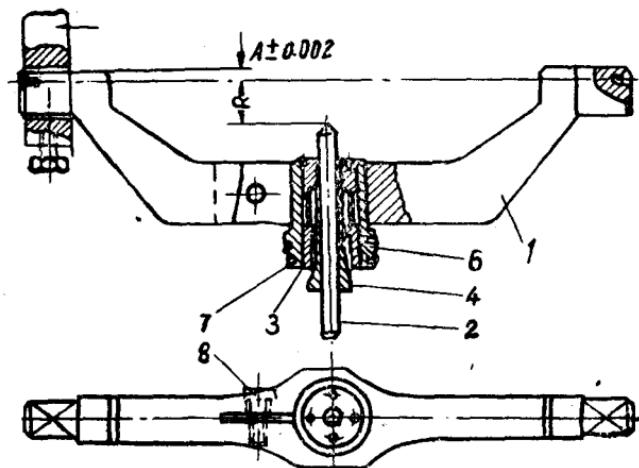

图 3 摆軸式打砂輪夾具
2) 修整圓弧的打砂輪夾具。这里推荐一种与頂尖座配合使用的摆軸式打砂輪夾具(图3)。这种打砂輪夾具特別适用于利用中心孔或中心孔夹板的磨削方法。夾具由摆軸 1、金剛石杆 2、衬套 3、彈簧夹头 4、調整螺釘 6、螺帽 7、夾緊螺釘 8 組成。擰緊螺帽 7，可將金剛石杆固定所要求的位置。将摆軸装夹在頂尖座上，用手摆动摆軸可以在